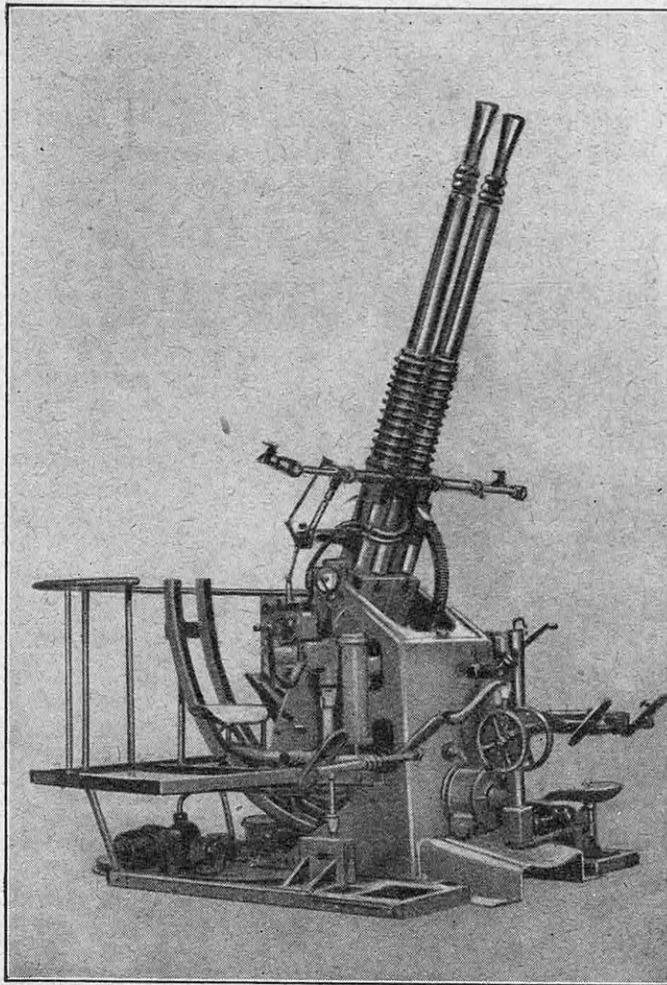

FIG. 6. — CANON AUTOMATIQUE « BOFORS » DE 40 MM SUR AFFÛT DOUBLE
*Le canon « Bofors », que représente la photographie, est identique, à l'affût près, au canon de la figure 6. C'est ce matériel, en service dans l'armée française, qui a été présenté en juin à l'exposition de l'Esplanade des Invalides.*